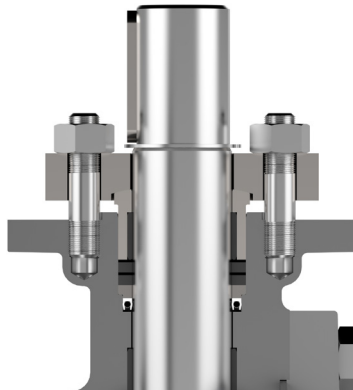

Figure 2
22. Placez le joint à lèvre à ressort (12) sur l'axe (4), le côté ouvert/ressort étant orienté vers le bas dans le corps, et installez la bague de support (9) sur l'axe (4), la partie surélevée étant orientée vers le bas (comme illustré à la Fig. 2) et poussez doucement les deux en position (sous la chambre de garniture). (Voir Fig. 3a & 3b)
23. Installez un certain nombre de « Bagues de garniture en graphite (épais) » et de « Bagues de barrière de diffusion (fines) » (13) sur l'axe (4), comme indiqué sur la Fig. 2
24. Nettoyez le fouloir de presse-étoupe (8) et insérez-y le palier lisse (14) (utilisez la presse pour faciliter l'insertion). Insérez le fouloir sur l'axe pour pousser les joints de l'axe (13) dans la chambre de l'axe.
25. Graissez le côté court des goujons (22) et insérez-les dans les trous taraudés du corps (1).
26. Insérez la bride de presse-étoupe (15) sur l'axe (4) et placez-la entre les goujons (22).
27. Graissez les goujons (22) et insérez les écrous à tête hexagonale (23) sur ceux-ci. Utilisez une clé dynamométrique pour serrer les écrous (23) aux niveaux de pré-compression d'assemblage à 1,4 fois les couples de l'assemblage final, comme indiqué dans le tableau D ; serrez les écrous par paliers.